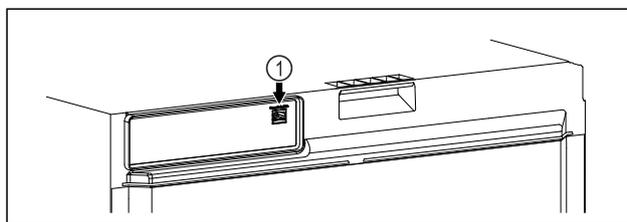

Fig. 112
- Le SmartModule Fig. 112 (1) est installé.